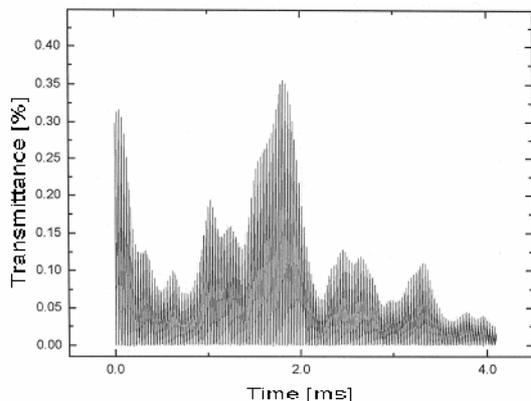

Abb. 2: Transmission eines Laserstrahls durch eine Flamme als Funktion der Zeit
Die Transmission eines Laserstrahls (Abb. 2) durch das Absorptionsvolumen schwankt mit der Zeit, bewirkt durch resonante Absorption aber auch durch störende Effekte wie Streuung, Brechung und Strahlblockade (feste Partikel, z.B. Ruß). Stimmt man den Laser in seiner Wellenlänge über einen vollständigen Absorptionspeak durch, lassen sich die Effekte der spezifischen Absorption und der unerwünschten Störeffekte trennen.
- Betrachtung einzelner Moleküle welche in Summe das Fluid ergeben (*Abbildung 2*).
Abbildung 2: Moleküldynamische Betrachtung; Der Zustand wird definiert durch die Molekülmasse dem mikroskopischen Geschwindigkeitsvektor und der Kollisionsfrequenz.